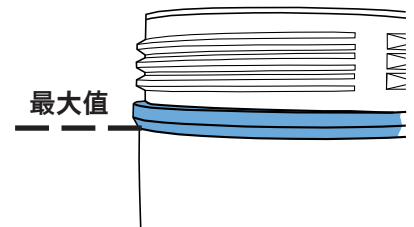

图 7
- ⇒ 充填喷丸的量不要超过最大标记线 (图 7) (螺纹下部喷箱外壳的增厚处。